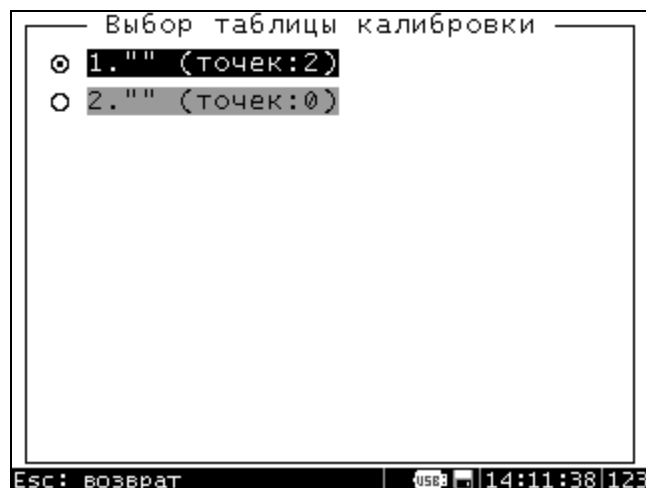
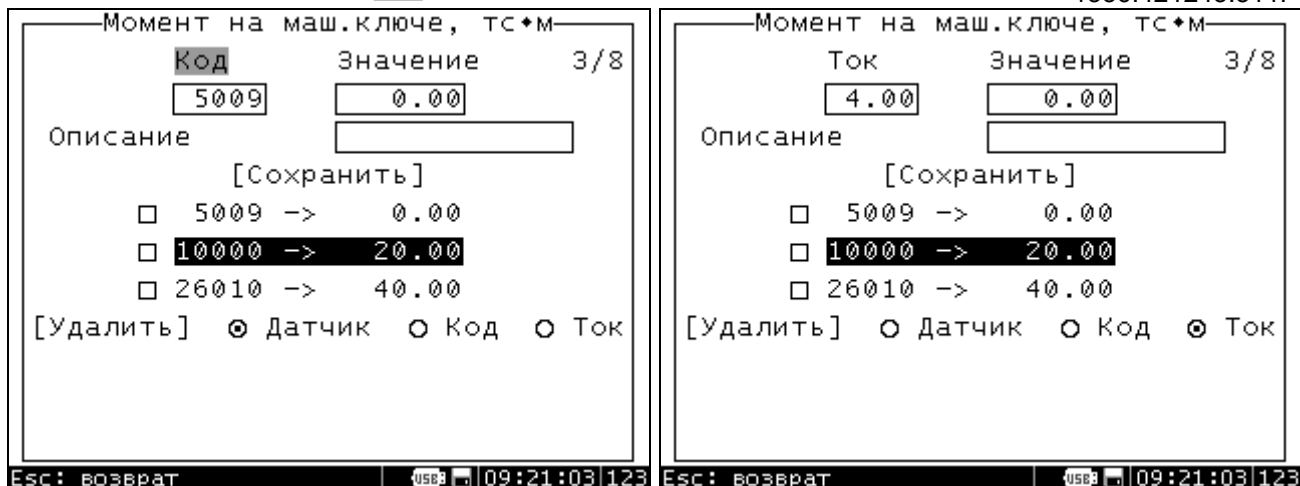

Рис. 11. Выбор таблицы калибровки.
Рис.12. Таблица калибровки.
- "Таблица". Вход в этот пункт открывает список созданных таблиц калибровки (рис.11). Здесь необходимо выбрать одну из созданных таблиц. Незаполненные таблицы выделены серым.
- "Калибровка". Вход в этот пункт позволяет создать новую таблицу калибровки параметра или изменить ранее созданную (рис. 12). Вход в этот пункт открывает список таблиц калибровки (аналогично рис.11). Таблица состоит из набора точек, каждая точка представляет собой пару полей: